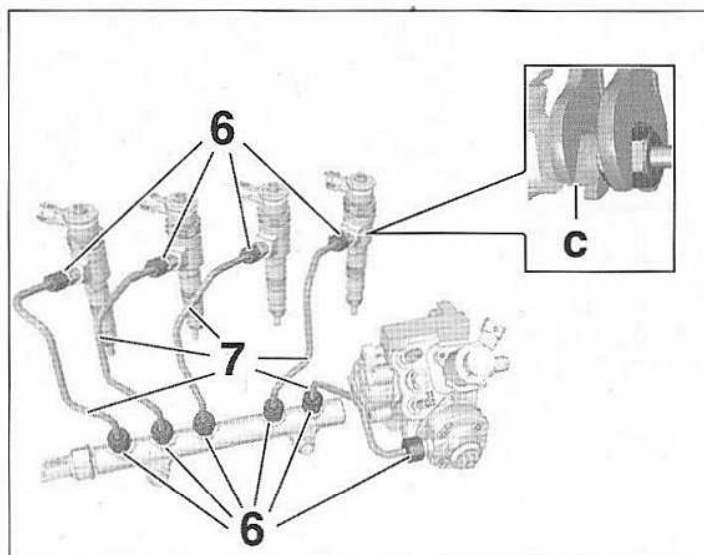

FIG.62
- Dévisser les raccords (6) (Fig.62).
- les brides (9),
- les grains d'appui (12),
- les canalisations haute pression (7).
- Prémonter sur l'injecteur (10) :
- le fourreau porte-injecteur (11),
- la rondelle d'étanchéité (13),
- la bride (9).
- Mettre en place les canalisations haute pression (7) en serrant les raccords (6) à la main.
- Appliquer un contre-couple (c) pour serrer les raccords (6) (Fig.62).